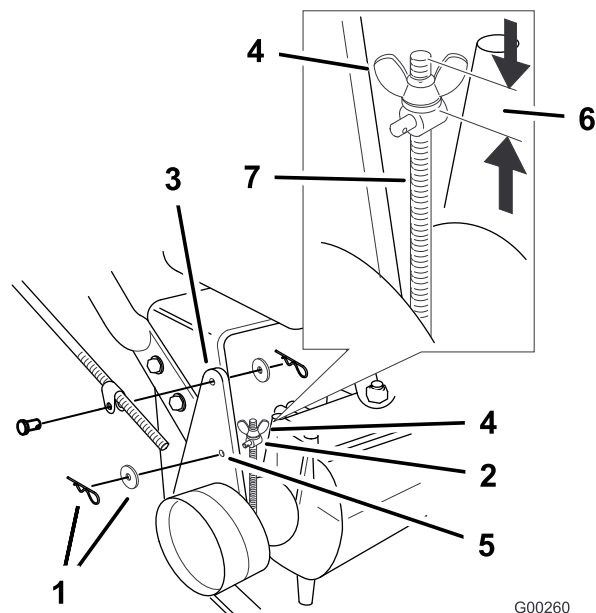

Figure 41
Remarque: Pour le réglage initial, ajustez l'écrou à oreilles jusqu'à ce qu'il soit à 32 mm du haut de la tige (Figure 41).
6. Pour régler le frein, enlevez la goupille fendue et la rondelle du levier et du tourillon (Figure 41).
9. Placez le tourillon dans le trou F (Figure 41). Serrez l'écrou à oreilles.
10. Fixez le tourillon au levier de frein à l'aide de la rondelle et de la goupille fendue (Figure 41).